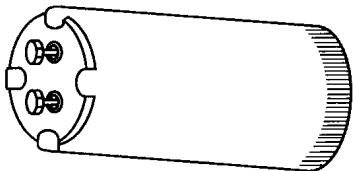

图 1-4 启辉器
② 启辉器。启辉器又称为日光灯断电器，它是与日光灯配套使用的电气元件，结构如图1-4所示。